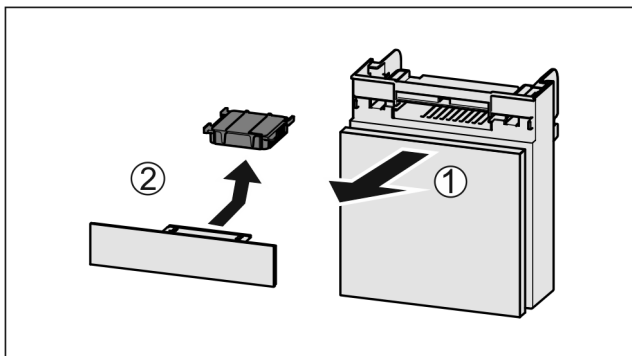

Fig. 62
- ▶ Wyciągnąć Fig. 62 (1) komorę do przodu.
- ▶ Wyjąć Fig. 62 (2) filtr z węglem aktywowanym.